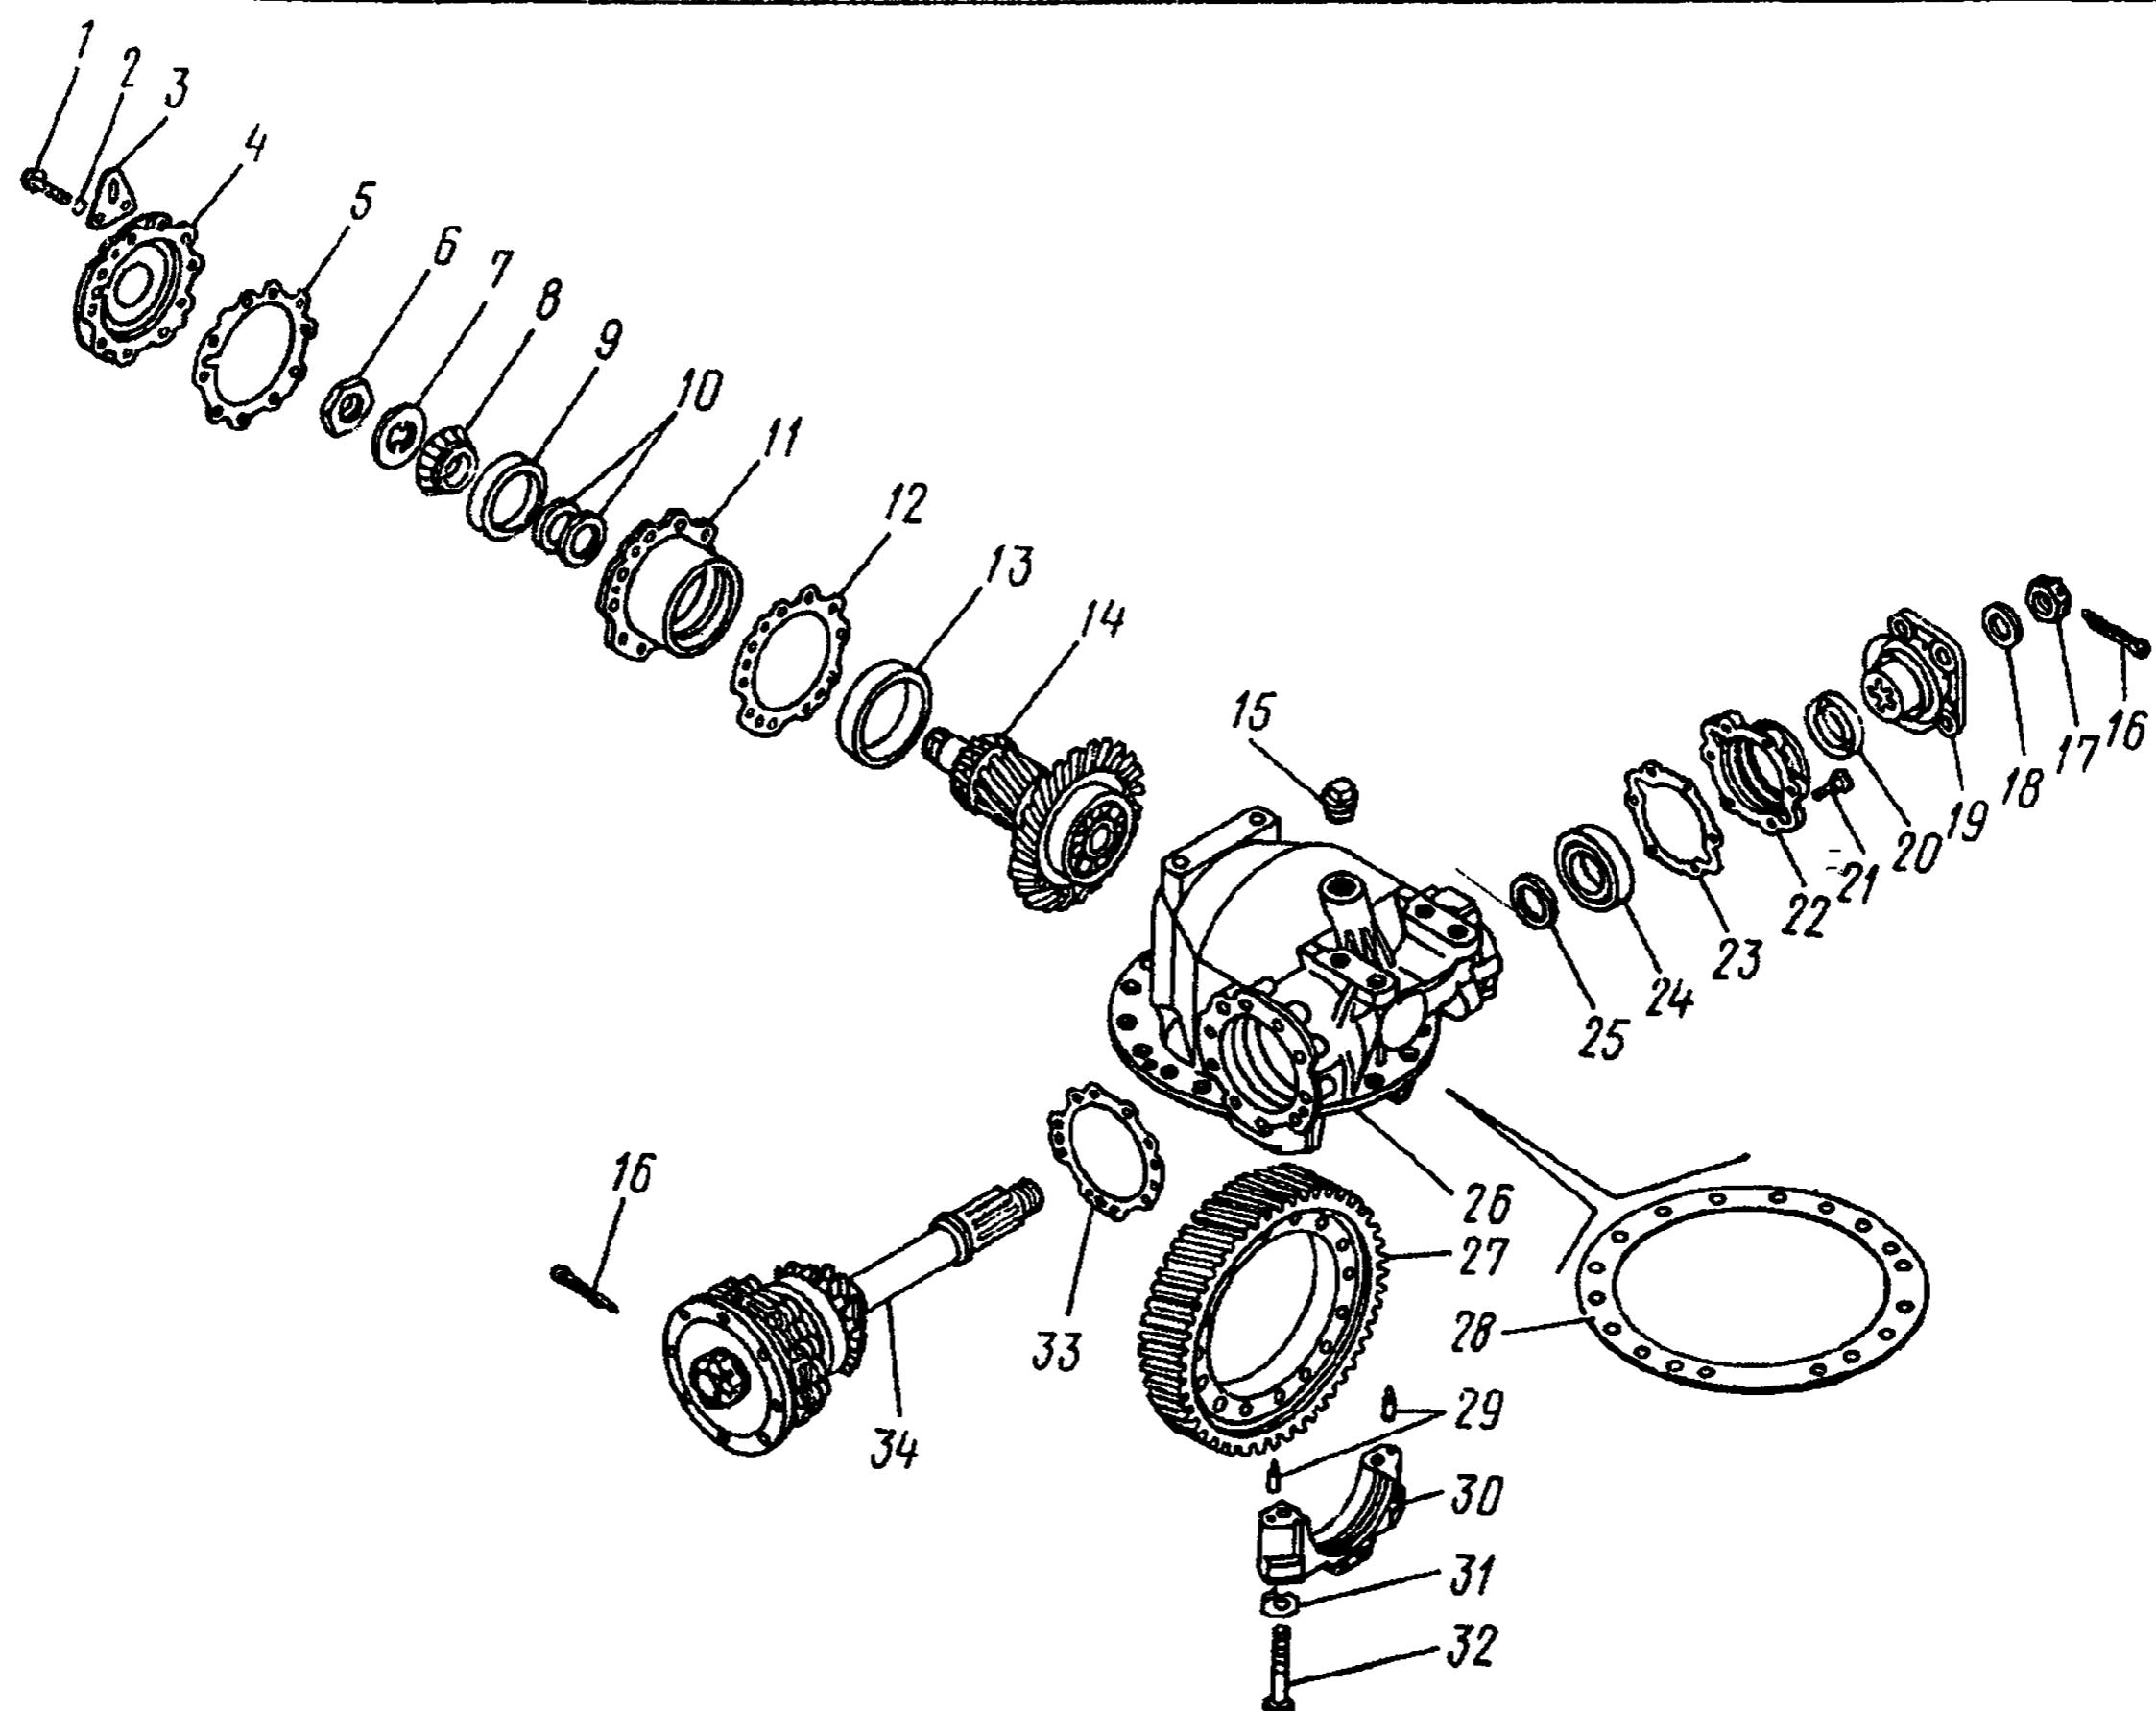

Рис. 230. Передача главная промежуточного моста:
16. Отогните стопорные пластины 31 (рис. 230), выверните болты 32 крепления крышек дифференциала, снимите крышки 30	Ключ 27 мм, молоток, зубило
18. Выньте из картера главной передачи дифференциал в сборе. Установите крышки 30 (см. рис. 230) подшипников, стопорные пластины 31 на прежнее место и вверните болты 32.	Ключ 27 мм
28. Выверните болты 1 (см. рис. 230) крепления крышки стакана. Снимите пружинные шайбы 2, скобу 3 главной передачи, крышку 4 стакана, прокладку 5	Ключ 19 мм
42. Установите на ведущий вал опорную шайбу 25 (см. рис. 230), напрессуйте роликовый цилиндрический подшипник 24	То же
50. Установите регулировочные прокладки 33 (см. рис. 230) на картер 26 главной передачи, ведущее коническое зубчатое колесо 34 в картер, навинтите болты с шайбами.
53. Напрессуйте с другой стороны вала внутреннее кольцо конического подшипника, установите регулировочные шайбы 10 (см. рис. 230). Запрессуйте в стакан 11 наружные кольца 13 и 9	Пресс, оправка
61. Наденьте регулировочные прокладки 12 (см. рис. 230) на стакан 11 подшипников и запрессуйте стакан в картер, установите регулировочные шайбы 10, внутреннее кольцо 8 подшипника, опорную шайбу 7 и наверните гайку 6	Пресс, молоток, торцовый ключ 55 мм
67. Установите на картер 26 (см. рис. 230) крышки 30 и вверните болты 32 со стопорными пластинами 31 с моментом 9,8—11,7 Н·м (10—12 кгс·м)	Динамометрическая рукоятка, сменная головка 27 мм